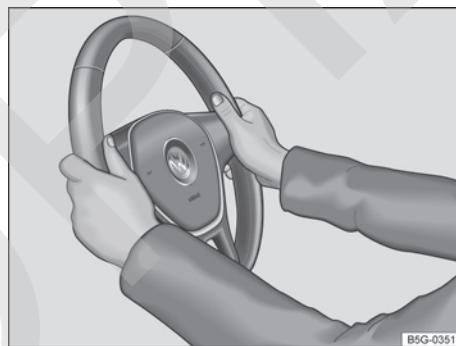

Fig. 69 En el volante: posición 9 y 3 horas.
- Ajustar el volante de manera tal que el conductor pueda sujetarlo con las dos manos del borde exterior y con los brazos ligeramente doblados (posición equivalente a las 9 y a las 3 horas → fig. 69).